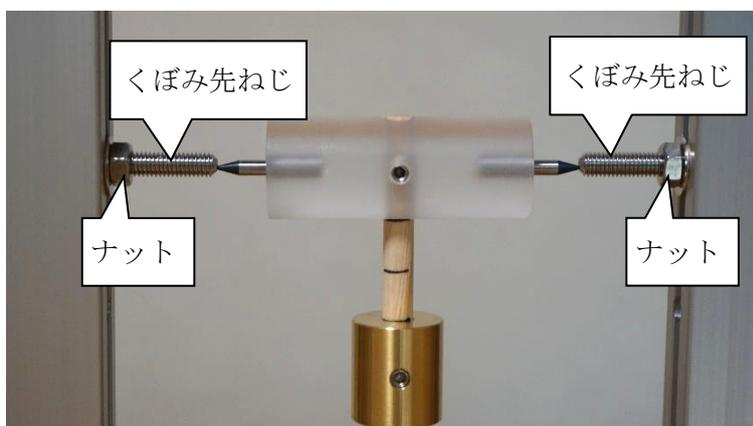

図 1-17 回転子の支持部
5. フレーム D にくぼみ先ねじ（先端のくぼんだねじ）を取り付けているナットをスパナ（8の数字が付いている方）で少し緩め，くぼみ先ねじを回して回転子を 2 本のくぼみ先ねじの間に入れる。回転子が固定され，なおかつ自由に回転できるように，手でくぼみ先ねじを回してねじ間の距離を調整する。ねじで回転子を締め付けすぎるとスムーズな振動ができなくなるので，ねじのくぼみと回転子の軸先との間に多少の余裕を持たせること。振り子を振動させて 10 回以上振動することを確認できたら，スパナでナットを回してねじの位置を固定する（図 1-17）。